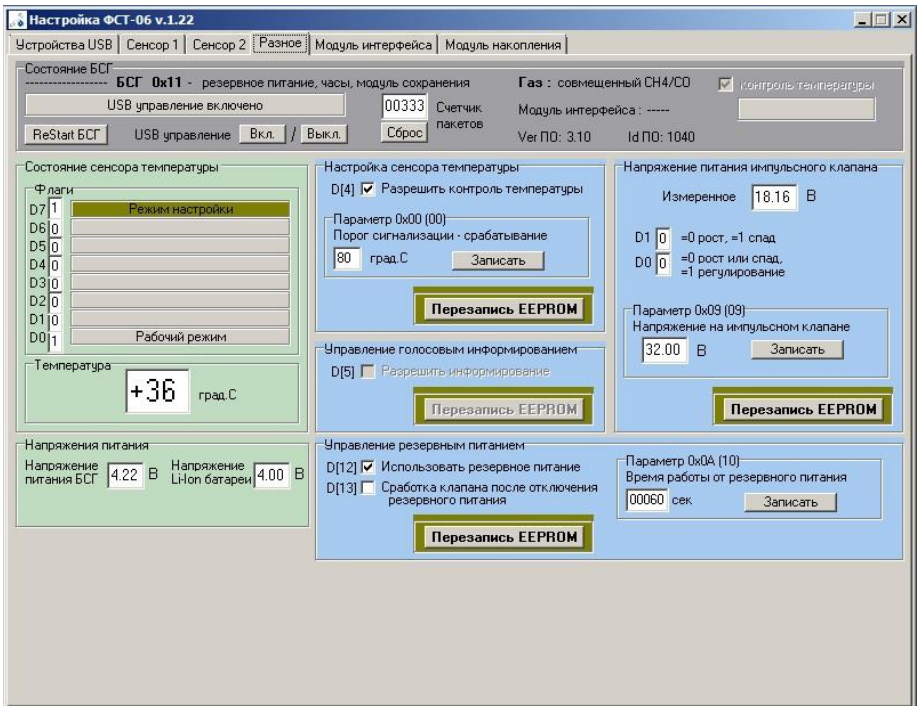

Рисунок. 8.5 Вид окна программы закладка **Разное**
8.6. Вид окна при настройке БСГ закладка **Разное** показан на рис. 8.5. Отображается текущая температура внутри корпуса БСГ, при наличии сенсора температуры; напряжение питания и напряжение резервной Li-Ion батареи, при ее наличии.